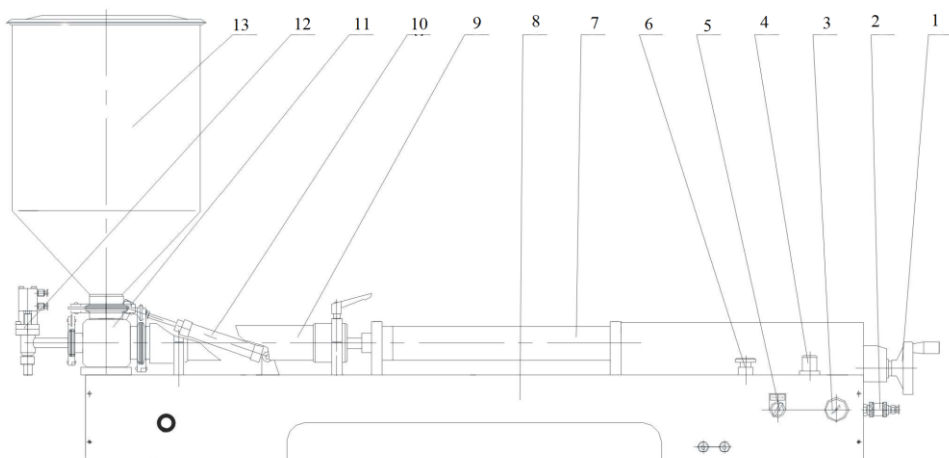
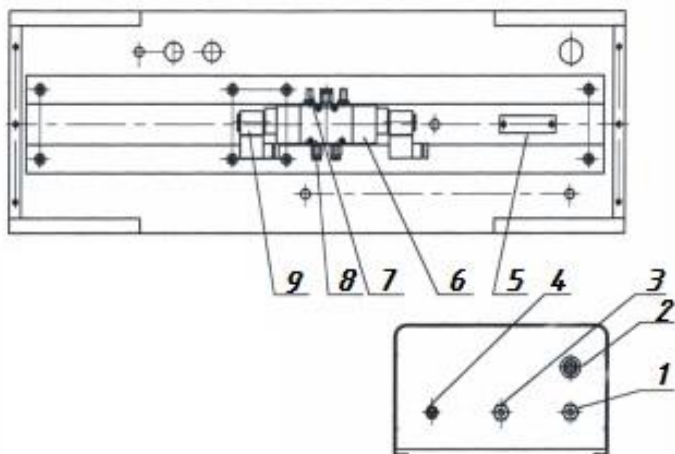

Рис.1 – Дозатор поршневой, основные элементы оборудования
Рис. 3 Вид снизу, распределительные клапана воздушной системы
1. Установите бункер (дежу) (см. рис.1) в верхней части корпуса клапана (11), наполните продуктом.
2. Затем зафиксируйте соединительную деталь с помощью анкерных зажимов (10).
4. Включите блок питания (5) (см. рис.3).
5. Подключить источник воздуха (воздушный компрессор\*) (2) (отодвиньте задвижку) (см. рис.1).
6. Установите рабочий режим переключателя (5) на «педаль» (см. рис.1).
7. Нажимайте на педаль, пока материал не потечет из разливочной головки (12) (см. рис.1).
8. Откройте переключатель источника воздуха (2) (см. рис.1).